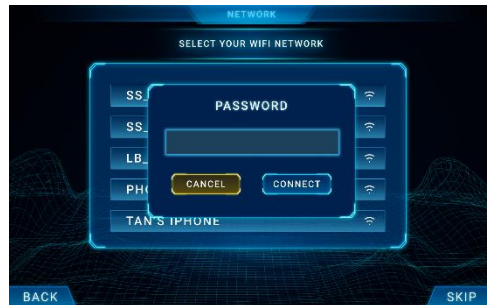

Fig. 5
6. Saisissez le mot de passe WIFI (Fig. 5) et appuyez sur Connecter. Attendez la notification 'CONNEXION SUCCÉDÉE (Fig. 6).